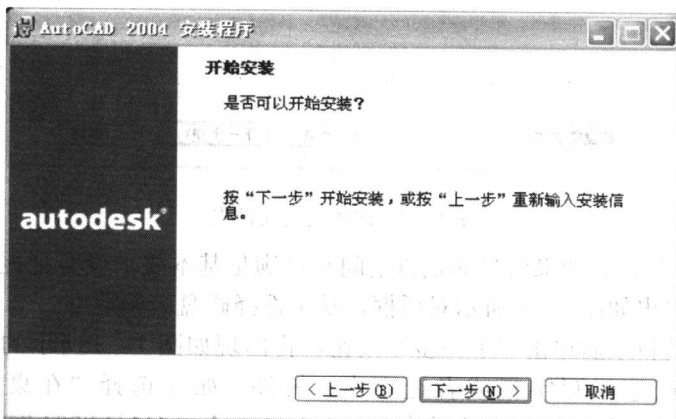

图 1—10 安装确认
- (9) 如果确定,则单击“下一步”按钮,将出现如图 1—11 所示的安装界面。